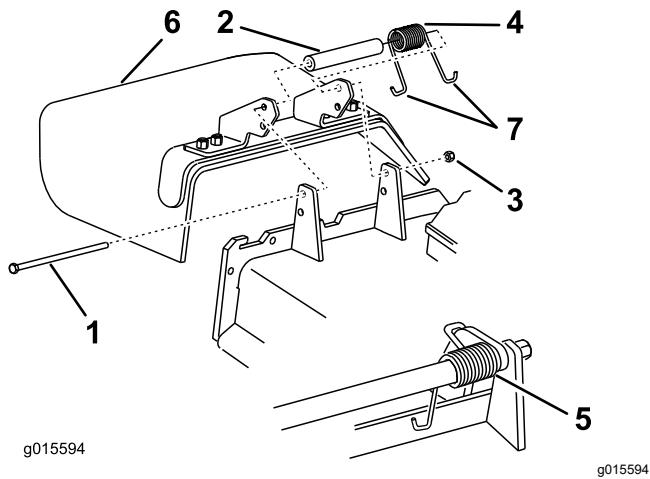

Figure 56
3. Retirez le contre-écrou, le boulon, le ressort et l'entretoise qui fixent le déflecteur aux supports de pivot (Figure 56).
4. Enlevez le déflecteur s'il est endommagé ou usé (Figure 56).
**Remarque:** Prenez soin de placer une extrémité en J du ressort derrière le bord du tablier avant de mettre le boulon en place, comme montré à la Figure 56.
8. Placez une extrémité en J du ressort autour du déflecteur d'herbe (Figure 56).